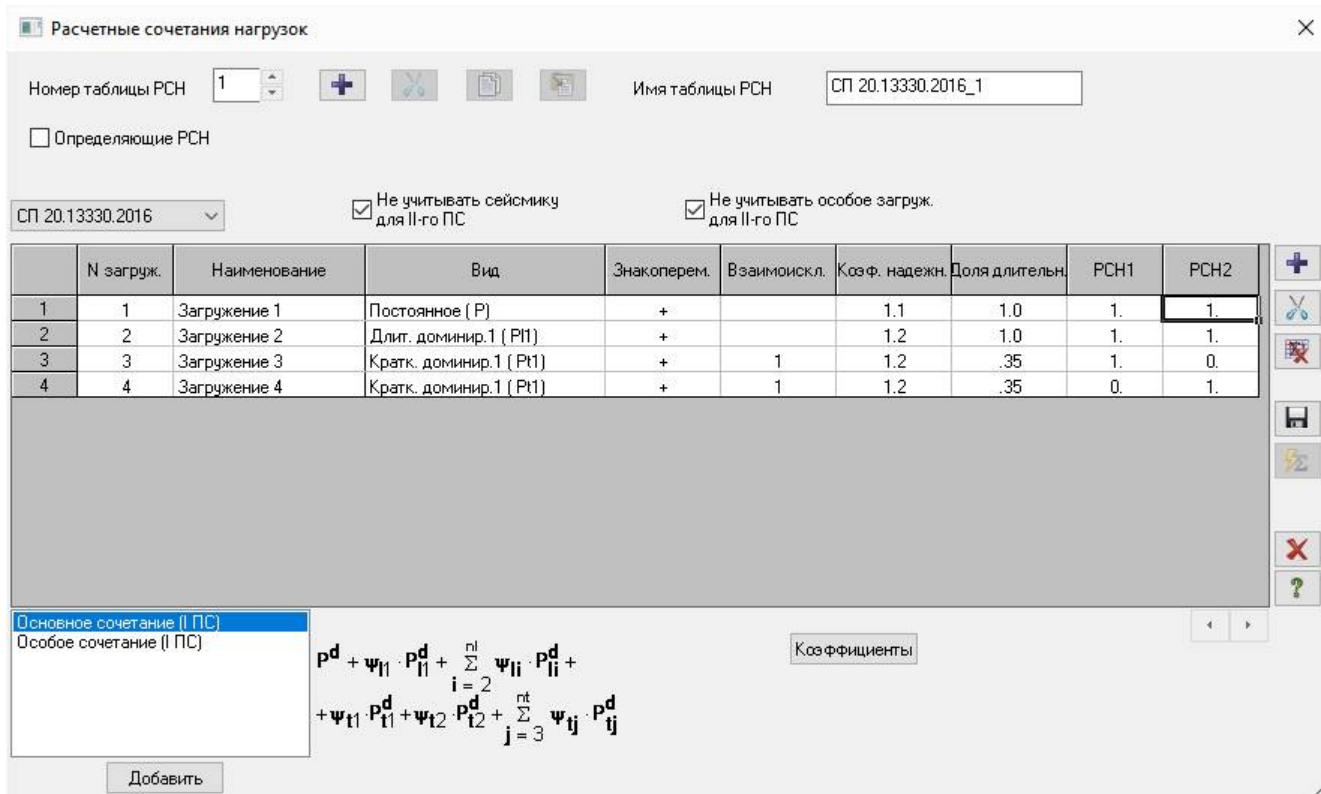

Рис.19.22. Диалоговое окно Расчетные сочетания нагрузок
- Щелчком по кнопке  – **РСН** (панель **Доп. расчеты** на вкладке **Расчет**) вызовите диалоговое окно **Расчетные сочетания нагрузок** (рис.19.22).